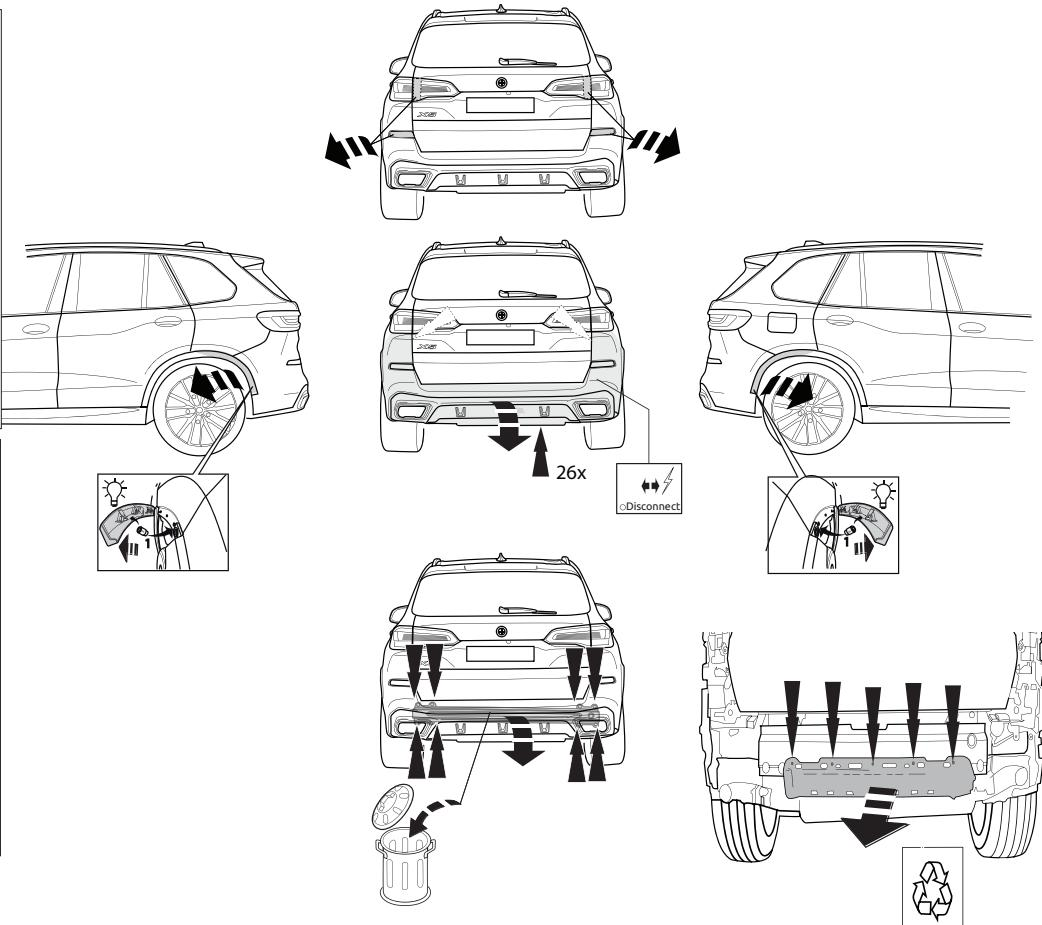

Fig.1
- Снять бампер вместе со стальным буферным бруском автомобиля буферный брус больше не понадобится (см. рис. 1).